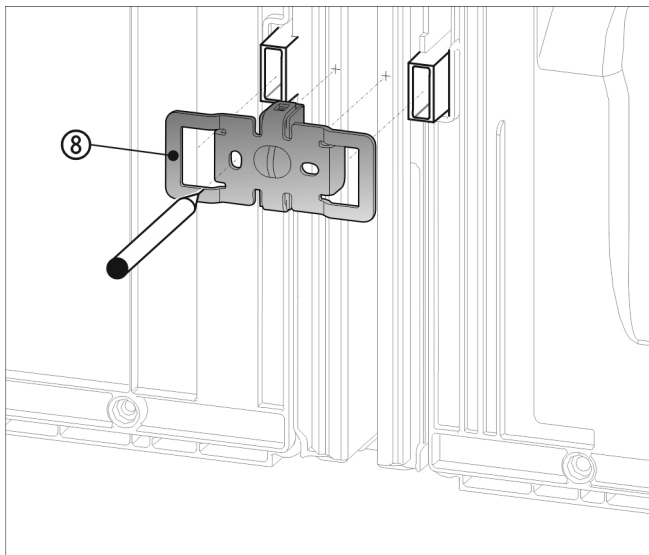

Fig. 20
- ▶ Deslice la escuadra Fig. 20 (8) introduciendo las entalladuras en el alojamiento de los distanciadores de pared.